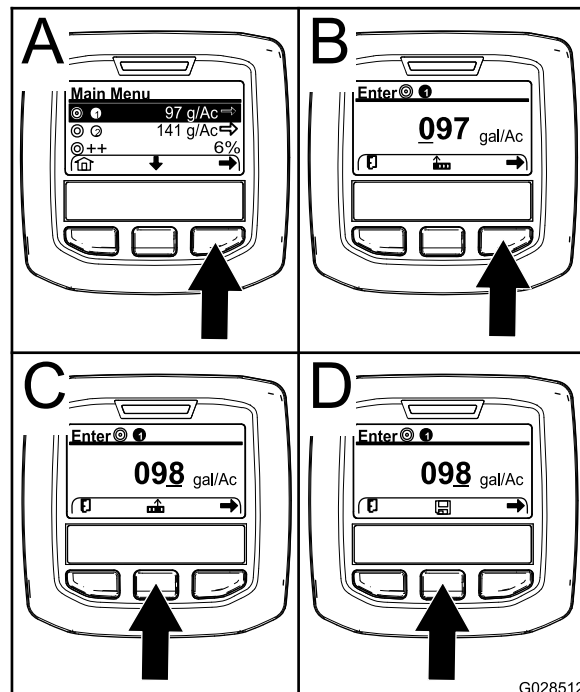

図 67
2. 必要に応じ、中央ボタンを押して散布レートその1散布プログラム1を表示させる (図 67)。